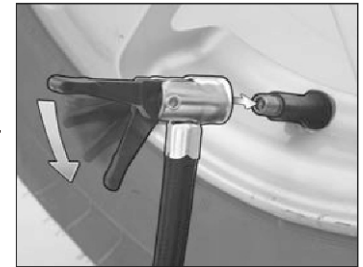

Figura 2
3. Conecte el adaptador universal (ver la figura 2) del inflador al vástago de la válvula, con la palanca en la posición elevada. Asegúrese de empujar el adaptador universal hacia abajo hasta cubrir completamente la rosca del vástago de la válvula. Cuando el adaptador universal esté bien sujeto, mueva la palanca de bloqueo hacia abajo para dejarlo conectado al vástago de la válvula.